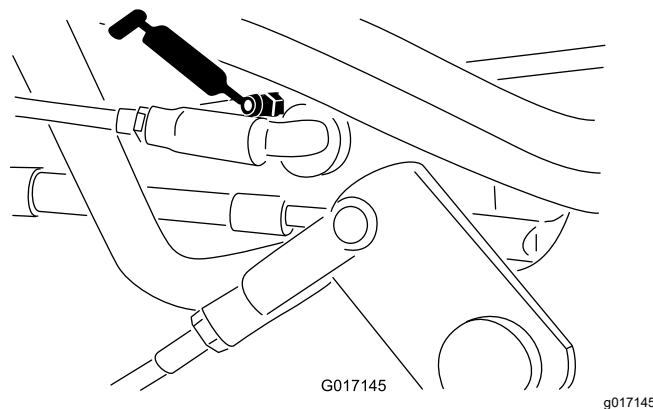
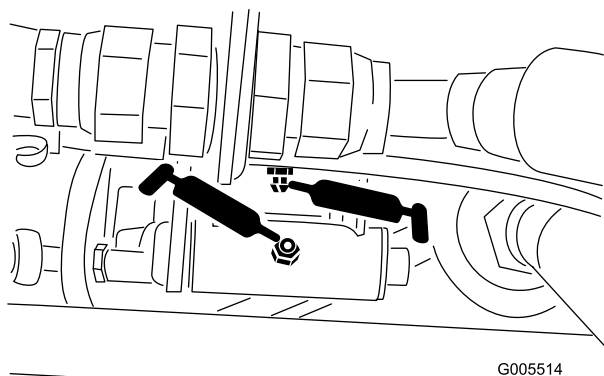

Figura 37
Figura 36
- Acoplamiento del selector de velocidad (Figura 36 y Figura 37)